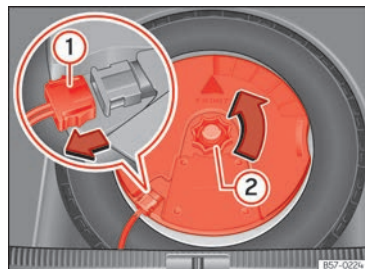

Abb. 248 Im Gepäckraum: Subwoofer ausbauen.
- Ziehen Sie das Subwoofer-Lautsprecherkabel heraus »» (Abb. 248) ①.
- Drehen Sie das Befestigungshandrad entgegen dem Uhrzeigersinn heraus »» (Abb. 248) ②.